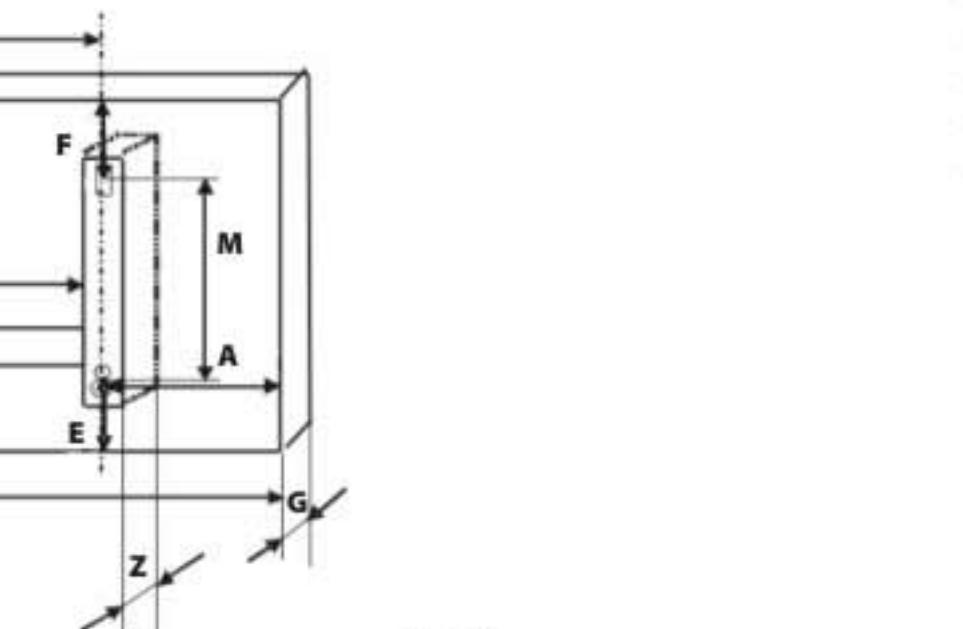

Рис. 2
Габаритные размеры конвектора согласно рис. 2 приведены в таблице 2.
Установочные размеры конвектора согласно рис. 2 приведены в таблице 3.
3. В соответствие с рис. 2, 4 и таблицами 2, 3 определите место установки конвектора с соблюдением минимальных расстояний от предметов и минимального расстояния от пола.